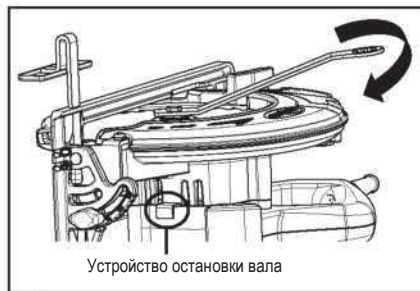

Fig. 2
- Удерживая стопор вала одной рукой, используйте гаечный ключ в другой руке, чтобы отвинтить фланцевый болт в направлении, указанном на редукторе пилы, проверьте надежность фиксации вала (рис.2).